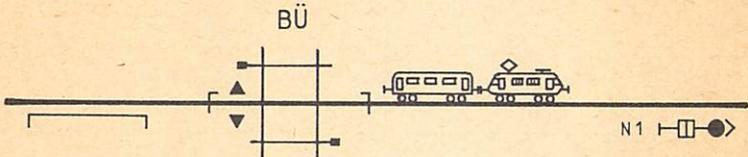

Bild 22
- (5) Hält ein Zug erst hinter dem BÜ vor dem Ausfahrtsignal (vgl. Bild 22), so wird die BÜ-Sicherungseinrichtung fahrzeugbewirkt nach dem Räumen der Zugeinwirkungsstelle am BÜ ausgeschaltet.
- (6) Wenn eine selbsttätig wirkende Kurzzugabhängigkeit eingerichtet ist, braucht der Wärter vor der Ausfahrt bzw. Weiterfahrt eines Zuges, der den BÜ nicht mehr befährt (vgl. Bild 22), keine zusätzliche Bedienungshandlung vorzunehmen. Mit dem Einstellen der Ausfahrzugstraße wird das Ausfahrtsignal unabhängig von der Sicherung des rückliegenden BÜ freigegeben.